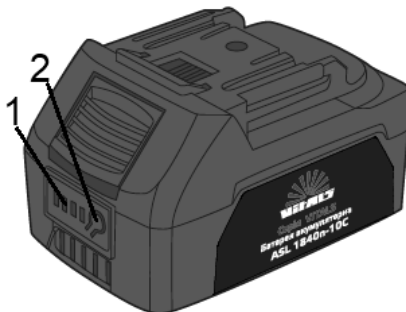

Рисунок 10. Схема перевірки рівня заряду акумуляторної батареї.
1. Натиснути та притримати кнопку акумулятора (2, рис. 10).
Залежно від стану заряду батареї почнуть світитися відповідні індикатори (1, рис. 10).